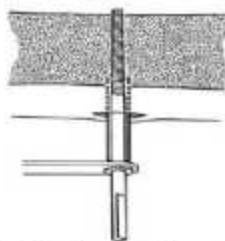

Figura 12: Tornillo sobresale de la segunda cortical.
11. Normalmente se requieren otras 5 o 6 medias vueltas para garantizar que unos 2 mm del tornillo sobresalgan más allá de la segunda cortical (Figura 12). A medida que la rosca se estrecha, volver a colocar el tornillo girando en sentido antihorario no es posible ya que esto lo aflojará. Si hay dudas sobre si se ha alcanzado la segunda corteza, esto debe verificarse mediante rayos X.